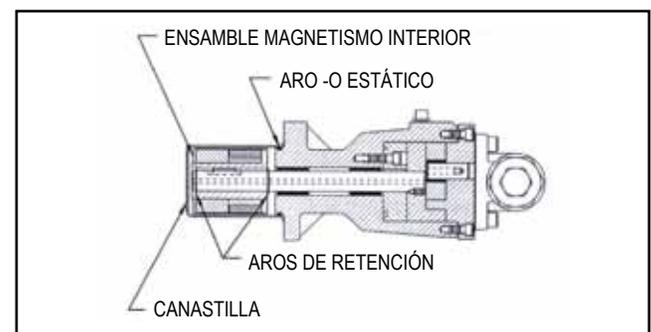

FIGURA 13
- Retire el aro de retención externo (el más próximo al extremo del eje) y hága deslizar hacia afuera el montaje del sistema magnético interior (Ver Figura 13). No olvide que se trata de un magnetismo muy fuerte. Si necesita desmontar la bomba, retire el segundo aro de retención externo.
- Deberá poder inspeccionar, de forma visual, los imanes exteriores desde el extremo del soporte. Si necesita sacarlos, en primer lugar retire los (4) tornillos (Ver Figura